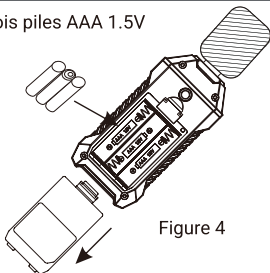

Figure 4
1. Ouvrez le couvercle de batterie, insérez trois piles AAA 1.5V (Figure 4)